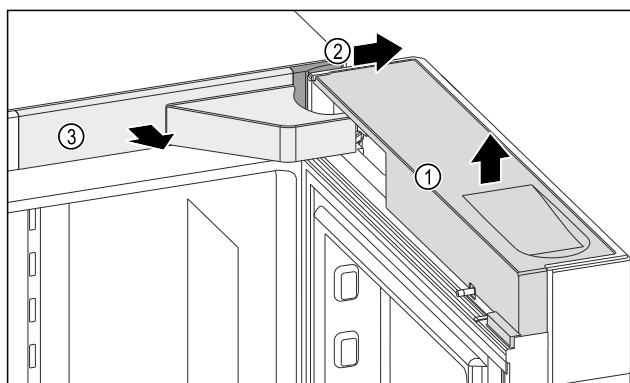

Fig. 7
- Snemite pokrov Fig. 7 (1).
- Snemite pokrov Fig. 7 (2).
- Snemite pokrov Fig. 7 (3).